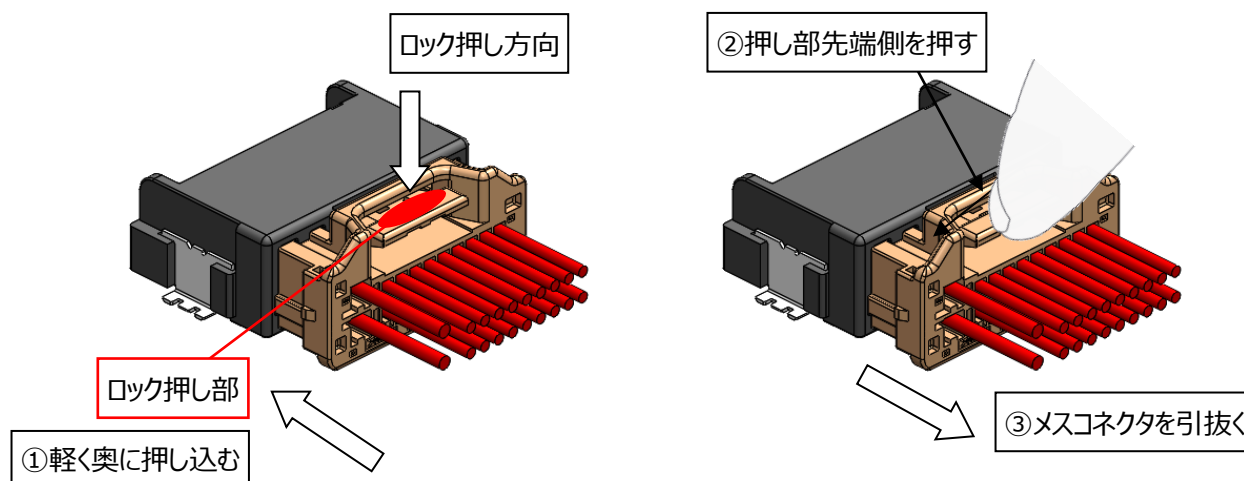

図 43.ロック押し部
- ①引き抜こうとするメスコネクタをもって、軽く奥に押し込んでください。
- ②メスコネクタを奥に押し込んだ状態で、図 43 に示すロック押し部の先端側を真下に動かなくなるまで、押し下げてください。
- ③ロックを押し下げたまま、メスコネクタを水平に引っ張ってメスコネクタを引き抜いてください。